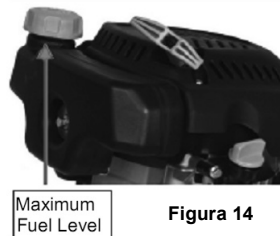

Figura 14
2. Come aggiungere il carburante (Figura 14)